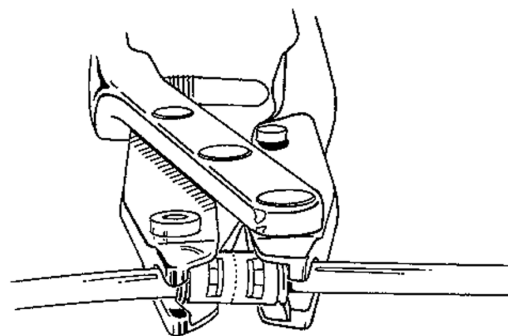

Figure 4-20. Placez le connecteur dans la pince à connexion
10. Disposez les extrémités du connecteur dans les mâchoires de l'instrument (**figure 4-20**).
MISE EN GARDE : Vérifiez les tubulures avant de fermer la pince à connexion. La tubulure ne doit pas être coincée entre la mâchoire de la pince et le connecteur. La tubulure doit sortir droit des extrémités du connecteur par les fentes de la pince. Après avoir utilisé la pince à connexion AMS Quick Connect, les tubulures doivent présenter un renflement contre la fenêtre du connecteur. Ceci indique que les tubulures sont encore fermement en contact contre la paroi du milieu du connecteur. L'extrémité du collet à l'extérieur du connecteur doit être parallèle au connecteur et presque au même niveau que ce dernier. (Figure 4-20) Ceci permet de vérifier que le collet a été complètement inséré dans le connecteur et y est bien fixé. Tirez fermement sur la tubulure, aux deux extrémités du connecteur, pour confirmer qu'une bonne connexion a été établie.